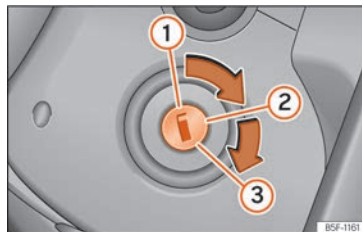

Abb. 137 Positionen des Zündschlüssels
Positionen des Fahrzeugschlüssels » Abb. 137
- 3 Wenn die Kontrollleuchte grün aufleuchtet, Bremspedal treten. Fahrbereitschaft herstellen. Wenn die Fahrbereitschaft hergestellt wurde, Fahrzeugschlüssel im Zündschloss loslassen. Beim Loslassen geht der Fahrzeugschlüssel in die Position » Abb. 137 2 zurück.